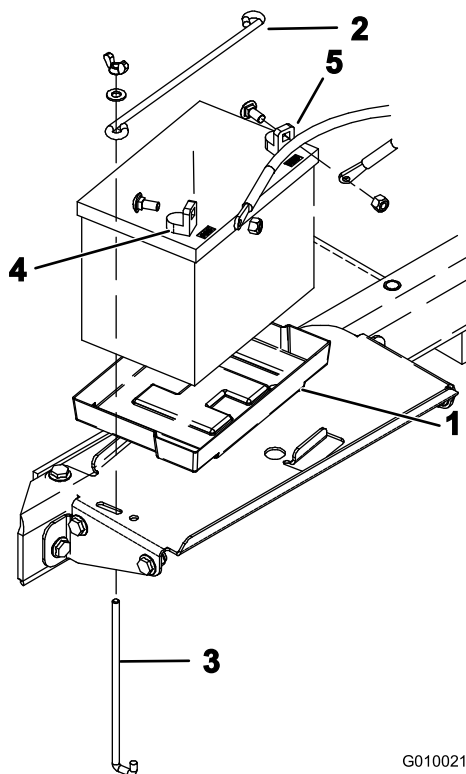

Bild 14
1. Setzen Sie die Batterie in das Batteriefach ein (Bild 14). Setzen Sie die Batterie so ein, dass die Pole nach außen gerichtet sind.